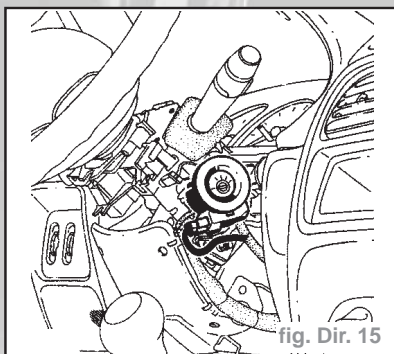

fig. Dir. 15
- Déposer la bague réceptrice antidémarrage (fig. Dir. 15).